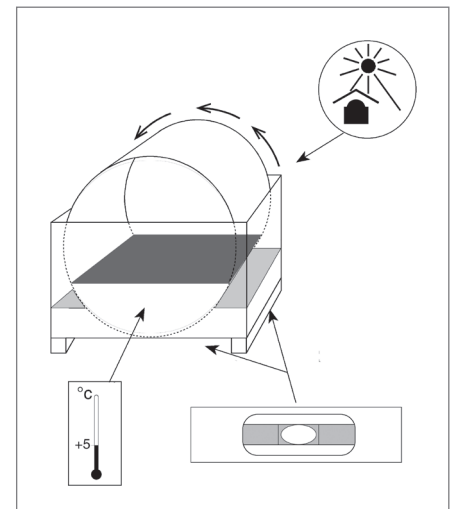

Figura 4.4 Installazione del filtro
- ▶ Il filtro deve essere opportunamente livellato in entrambe le direzioni (vedi figura 4.4).